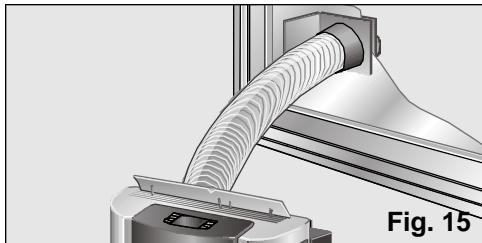

Fig. 15
- In het geval dat het gaat om een vaste installatie via een raam, gebruikt men alleen het transparante eindstuk van het onderdeel en moet er in het glas een opening gemaakt worden van 10,5 cm, **Fig. 15**.